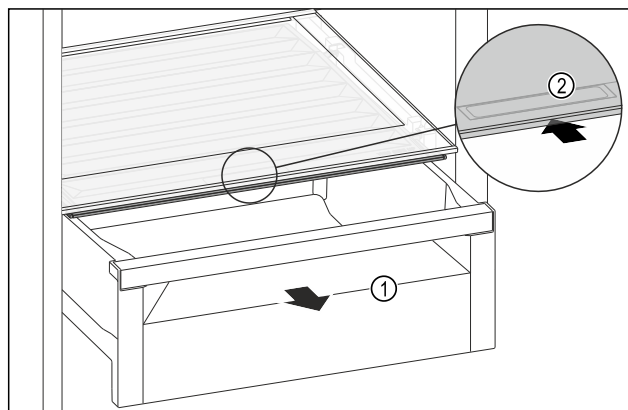

Fig. 109
- ▶ Витягніть висувний ящик Fig. 109 (1).
- ▶ Візьміться за потайну ручку Fig. 109 (2) на кришці відділення й одночасно посуňte кришку відділення назад.